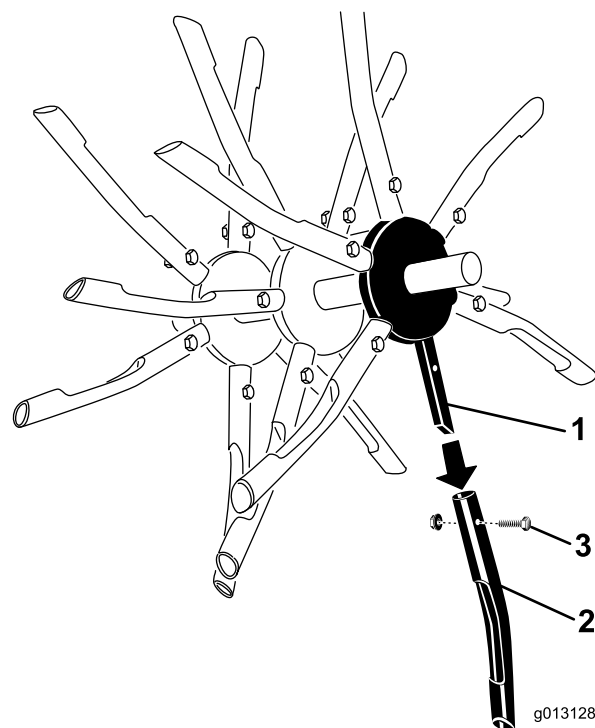

Figure 36
4. S'ils sont endommagés ou cassés, retirez l'écrou et le boulon qui fixent l'ensemble louchets (Figure 36).